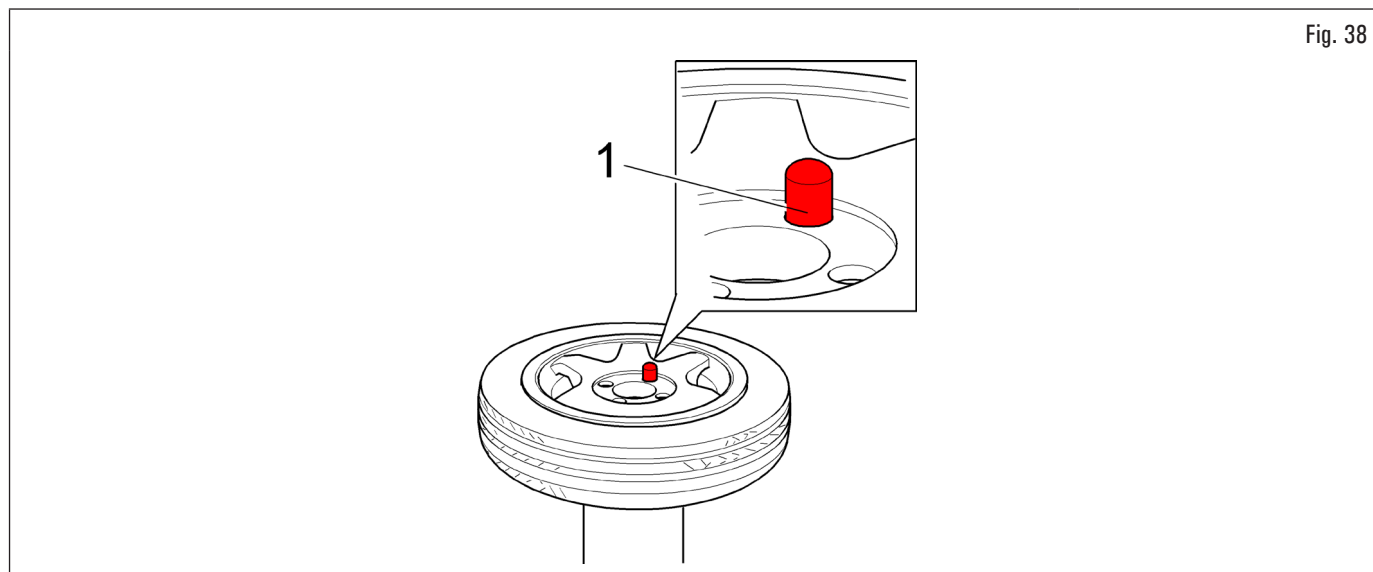

Fig. 38
1. caricare la ruota con il sollevatore laterale sul piatto gommato del mandrino, facendo in modo che il perno di trascinamento (Fig. 38 rif. 1) si impegni in uno dei fori presenti sul cerchio;